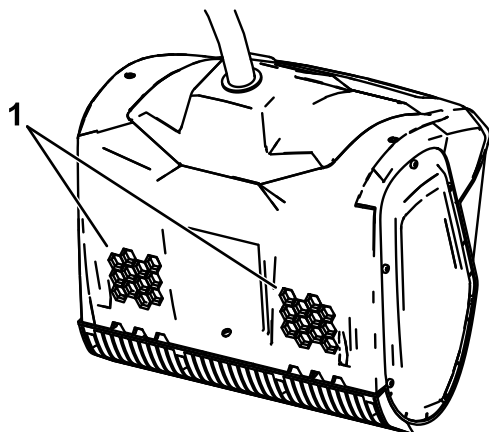

Рисунок 7
1. Убедитесь, что вентиляционные отверстия на задней стороне машины чистые и свободны от снега или льда (Рисунок 7).